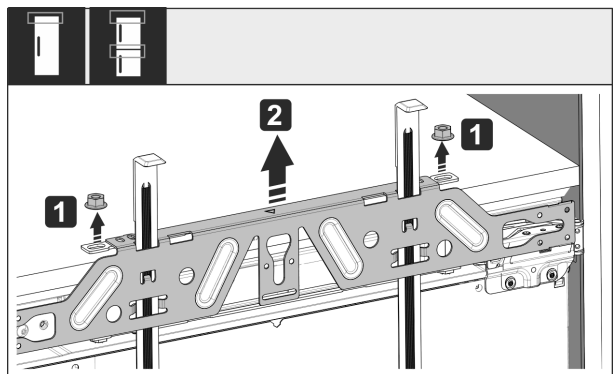

Fig. 58
► Svitare i controdi Fig. 58 (1).
► Togliere la traversa di fissaggio Fig. 58 (2).